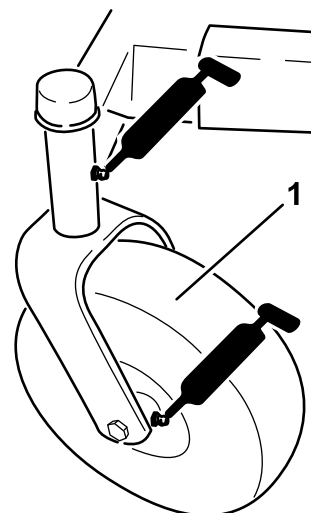
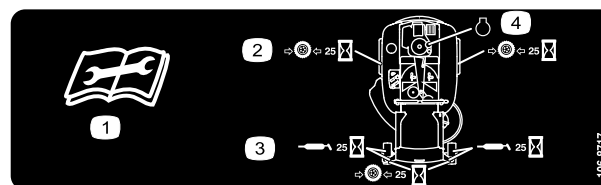

Figura 26
Figura 27
3. Pulite i raccordi d'ingrassaggio (Figura 26 e Figura 27) con un cencio, e togliete eventuali tracce di vernice davanti ai raccordi.
4. Collegate un ingrassatore a pressione a ciascun ingrassatore (Figura 26 e Figura 27). Pompate del grasso nel raccordo finché non inizia a fuoriuscire dai cuscinetti.